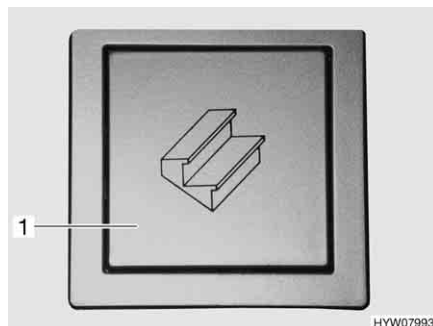
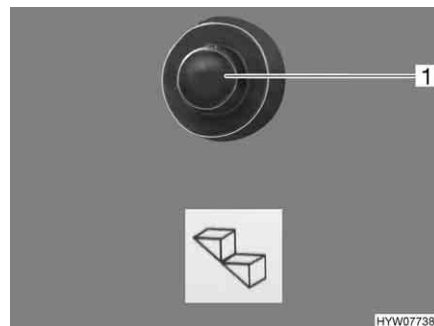

Fig. 4 Pulsante basculante dello scalino di ingresso (zona di ingresso)
Fig. 5 Pulsante a pressione dello scalino di ingresso (cruscotto)
- Premere brevemente il pulsante basculante (Fig. 4, 1) nella zona di ingresso oppure premere il pulsante a pressione (Fig. 5, 1) sul cruscotto nella cabina di guida.